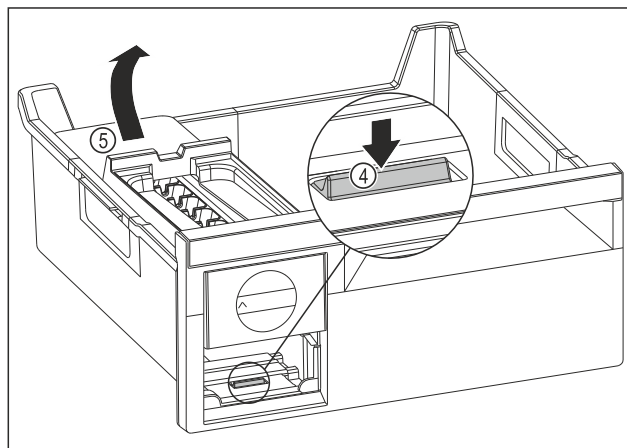

Fig. 188
- ▶ Изваждане на корпуса на EasyTwist-Ice: Натиснете езичето Fig. 188 (4) с пръст надолу и едновременно с това с другата ръка повдигнете корпуса на EasyTwist-Ice Fig. 188 (5) отзад.